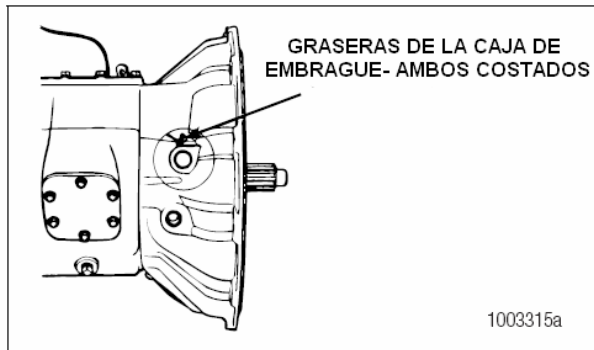

Figura 3.13
2. Engrase el eje transversal de la horquilla de desembrague aplicando grasa a cada ajuste en la caja de embrague hasta que una cantidad pequeña de grasa purgue hacia fuera. Use el lubricante especificado en el intervalo recomendado. Refiérase a las especificaciones de lubricante e intervalos de mantenimiento del fabricante del vehículo. Figura 3.13.